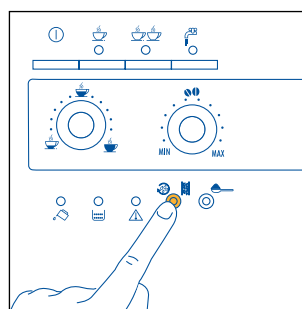

Fig. 14
1) Se tirar uma chávena de café curto (inferior a 60cc) logo depois de ligar a máquina, utilize a água quente do enxaguamento para pré-aquecer as chávenas (consulte o conselho no par. 4.3 ponto 5). Se, porém, decorrerem mais de 2/3 minutos após a preparação do último café, antes de tirar novamente um café é necessário pré-aquecer o infusor premindo a tecla ☕☕ (fig. 14). Deixe que a água flua para a pingadeira subjacente ou utilize esta água para encher (e